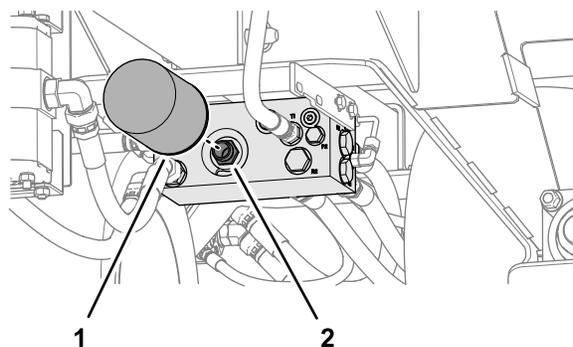

図 36
2. フィルタと油圧マニホルドの汚れをきれいに取り除き、フィルタの下にオイル回収容器を置き、フィルタを外す 図 36。
4. 油圧マニホルドのフィルタ取り付けエリアをきれいにする 図 36。